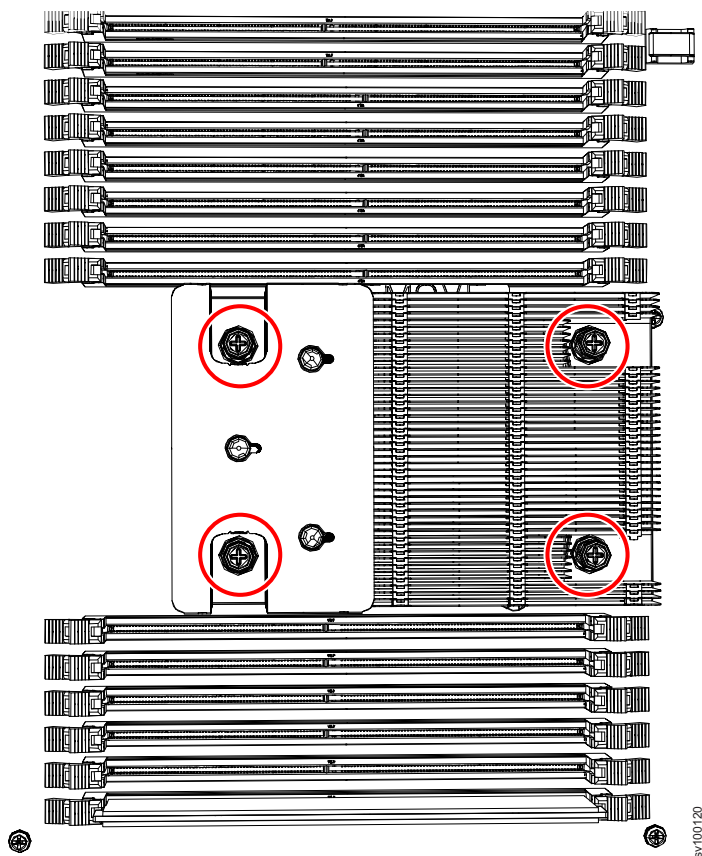

图 186. 卸下散热器
1. 卸下散热器固定螺钉，如第 232 页的图 186 中所示。